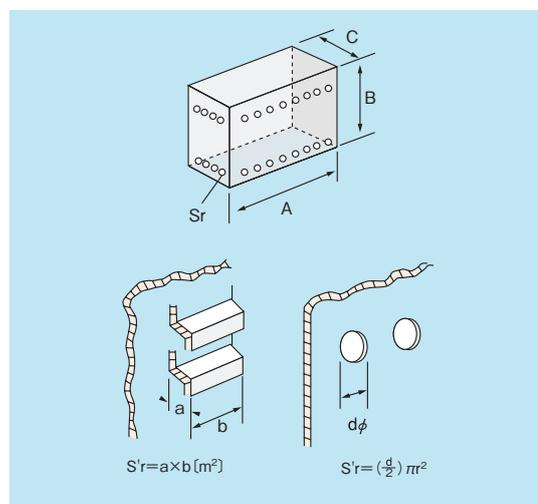

図4 放射孔 $S'r$ のとり方
- ④ 放熱孔の総面積を $S'r$ ( $m^2$ ) (図4参照)
- ⑤ 収納箱の許容温度上昇値を
なお放熱孔は、図4上側の図に示すように、安定器収納箱の天面と底面に近い位置に、バランスよく配置することが効果的です。